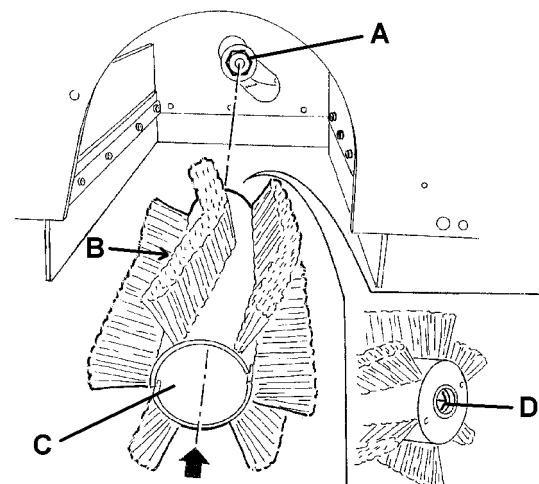

Abbildung 8
7. Prüfen, dass die Nabe (A, Abb. 8) frei von Schmutz und Gegenständen (Leinen, Lappen, usw.) ist, die zufällig aufgerollt wurden.
8. Die neue Hauptkehrwalze einbauen, durch Stellen der Borsten (B, Abb. 8) wie es in Abbildung dargestellt ist.
9. Die neue Hauptkehrwalze (C, Abb. 8) in die Maschine einsetzen und sicherstellen, dass die Einrastvorrichtung (D) in die entsprechende Nabe (A) eingefügt wird.